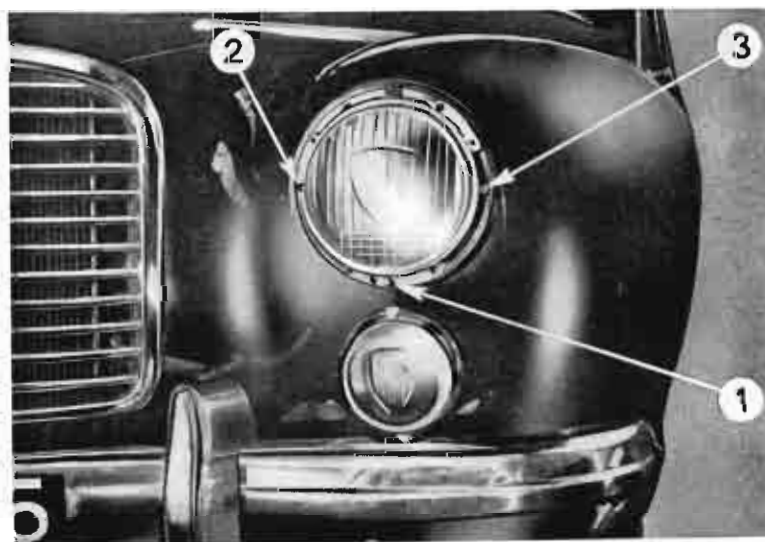

Fig. 43
Le réglage en hauteur s'opère à l'aide de la vis inférieure (1) (fig. 43), le réglage en largeur par les vis latérales (2) et (3) après avoir enlevé le cercle enjoliveur monté à baïonnette.